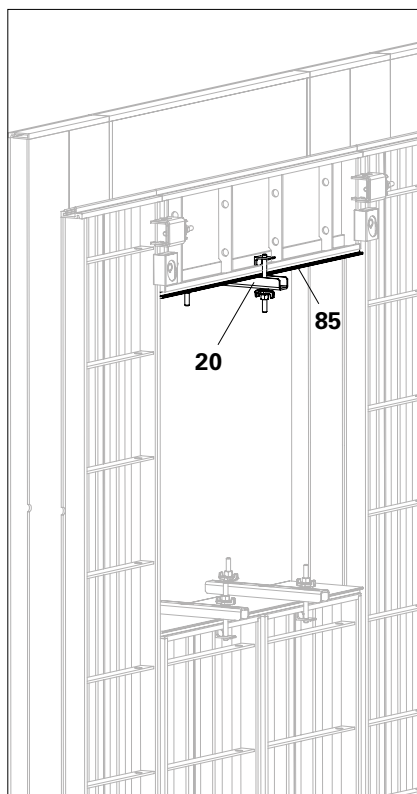

Fig. B4.10
4. Usare il profilo fermagetto superiore UNO Plus (85) come cassaforma per intradosso per l'apertura.
5. Fissare il profilo fermagetto UNO Plus (85) con il corrente fermagetto UNO Plus (20). (Fig. B4.10)